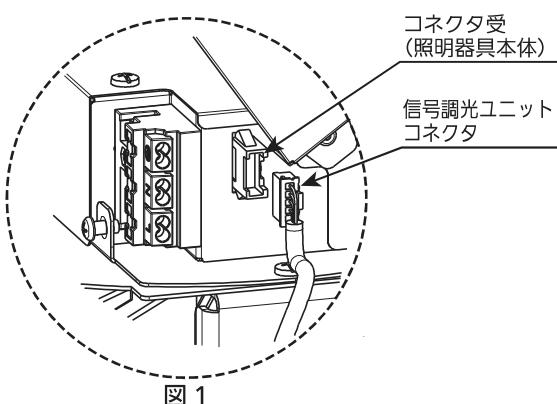

図1
(2) 信号調光ユニットのコネクタを器具本体のコネクタ受に接続してください。(図1参照)